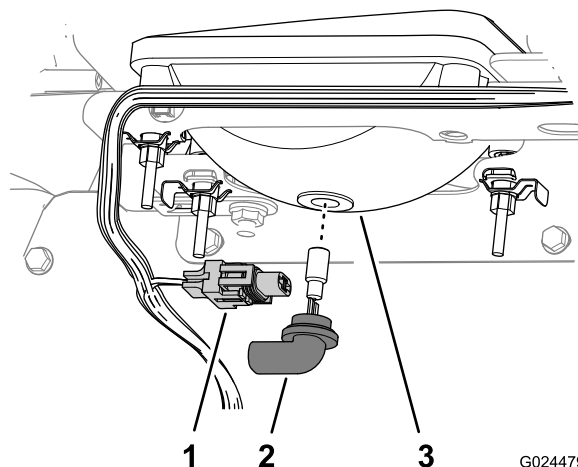

Рисунок 58
3. Отсоедините электрический разъем жгута проводки от разъема на лампе в задней части корпуса фары (Рисунок 58).
4. Поверните лампу в сборе на 1/4 оборота против часовой стрелки и одновременно перемещайте ее назад, чтобы извлечь из корпуса фары (Рисунок 58).
5. Вставьте новую лампу в сборе и корпус фары, совместите выступы в лампе с пазами в корпусе фары (Рисунок 58).
6. Закрепите лампу в сборе, повернув ее на 1/4 оборота по часовой стрелке (Рисунок 58).
7. Подсоедините электрический разъем жгута к разъему нового узла лампы (Рисунок 58).